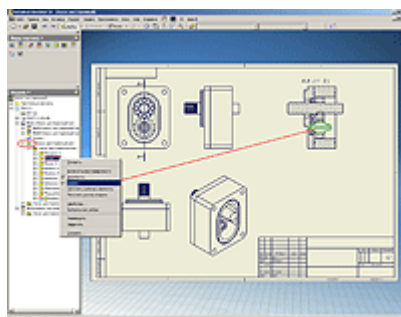

Рисунок 7
7. При необходимости, детали, которые не должны попадать в разрез (например, такие как валы) можно выключить из сечения. Для этого в браузере чертежа необходимо в секущем виде найти деталь, которую необходимо исключить из разреза и правой кнопкой мыши снять флажок с пункта меню «Разрез» (см. Рисунок 7).